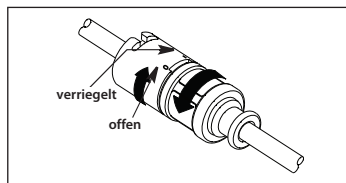

Abbildung 3
- b. Wenn ein Katheter-Kontaminationsschutz mit TwistLock Adapter (sofern enthalten) verwendet wird, sicherstellen, dass das doppelte TwistLock des Katheter-Kontaminationsschutzes vollständig geöffnet ist (siehe Abbildung 3).